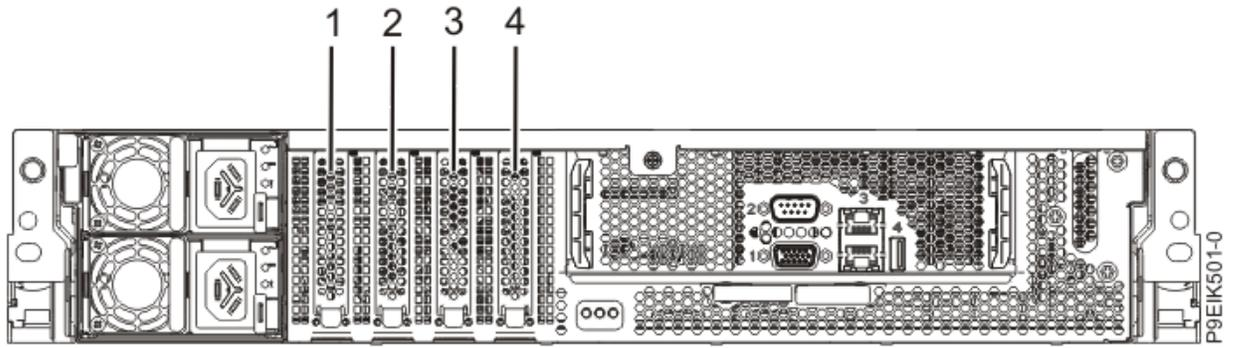

Figura 52. Vista posterior de un sistema con las ranuras PCIe indicadas
2. Emplee la ranura correcta para el adaptador PCIe, tal como se muestra en la Figura 52 en la página 86.